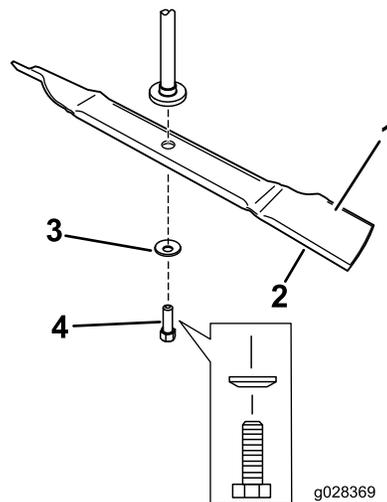

Figura 3
1. Instale la cuchilla en el eje (Figura 3).
2. Instale la arandela curva (con la copa hacia la cuchilla) y el perno de la cuchilla (Figura 3).